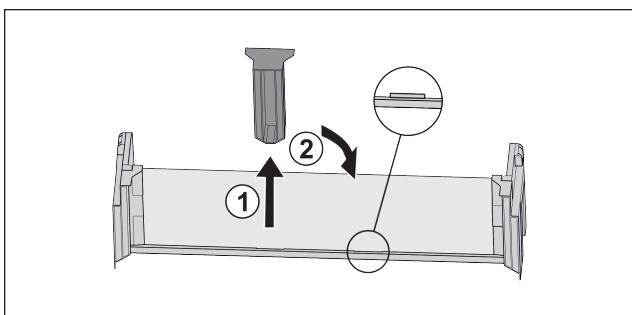

Fig. 76
► Снимите среднюю поддерживающую деталь Fig. 76 (1).
► Вставьте среднюю поддерживающую деталь во вторую позицию Fig. 76 (2).